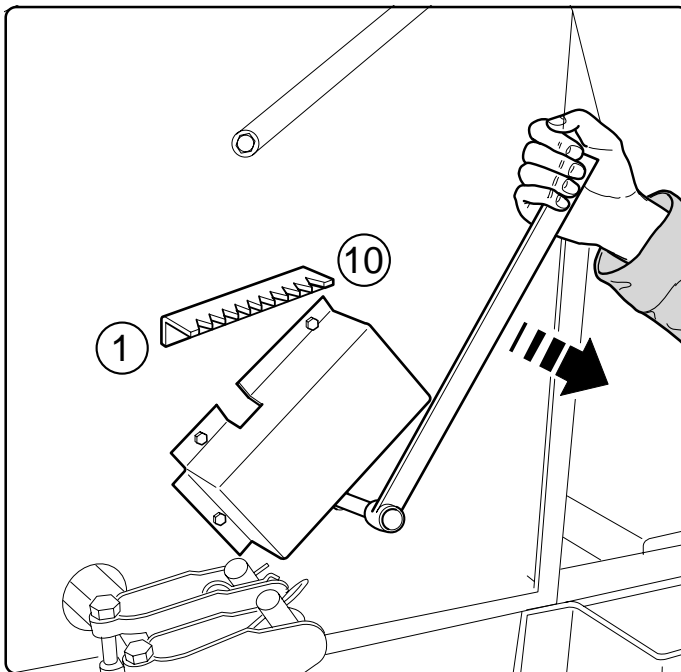

Fig. 29
- spostare la leva del dosatore oltre la posizione 10 (Fig. 29).
- *Shift the dosage adjustment lever beyond its position of maximum aperture 10 (Fig. 29).*
- den Dosiererhebel über die Position hinaus verschieben 10 (Abb. 29).
- *déplacer le levier du doseur au-delà de sa position 10 (Fig. 29)*
- desplazar la palanca del dosificador fuera de la posición 10 (Fig. 29);